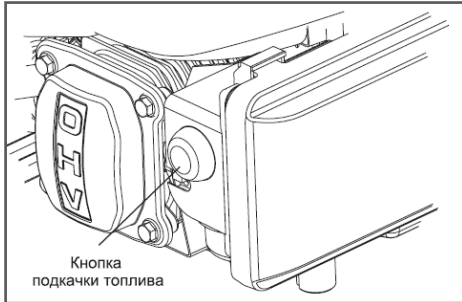

Рис. 8
2. Нажмите до упора кнопку подкачки топлива Рис.8 три раза. После каждого нажатия следует подождать две секунды.